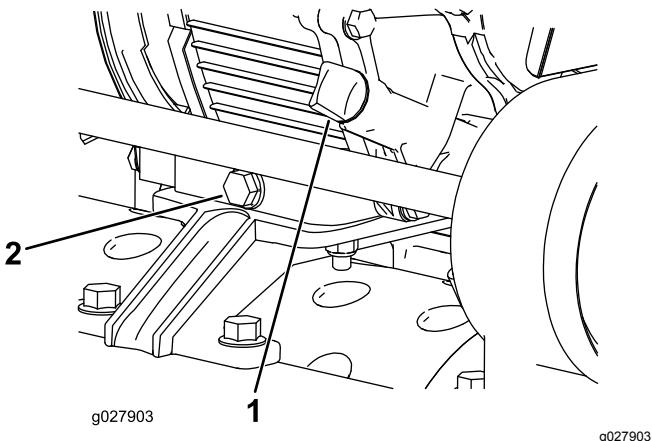

Bild 29
- Parken Sie die Maschine auf einer sauberen und ebenen Oberfläche und reinigen Sie dann den Bereich um den Ölpeilstab (Bild 29).
- Stellen Sie eine Auffangwanne am Heck der Maschine unter die Ablassschraube (Bild 29). Lösen Sie die Ablassschraube.